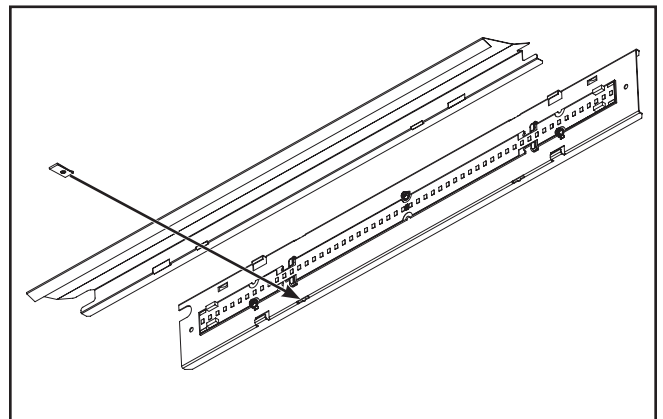

Figura 2.
2. Ubique y sostenga los reflectores en la cubierta del canal utilizando los ganchos incluidos (4 ganchos por cada sección de 2 pies (60 cm), 6 clips por cada sección de 4 pies (1,21 m)). (Figura 2.)